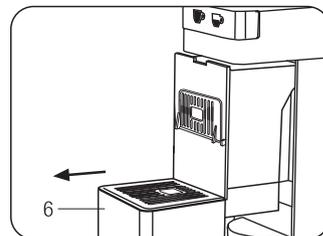
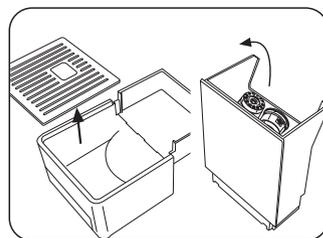

Fig. 11
Fig. 12
Il porta capsule può contenere al massimo 8 capsule, è quindi opportuno svuotarlo regolarmente per evitare che le capsule si incastrino. Per fare questo occorre estrarre il porta capsule (6) (**Fig. 11**) Svuotare il porta capsule e risciacquare. Pulire la vaschetta e la griglia dai residui di acqua e caffè. Una volta pulito, rinserrire la vaschetta con il porta capsule (**Fig. 12**)